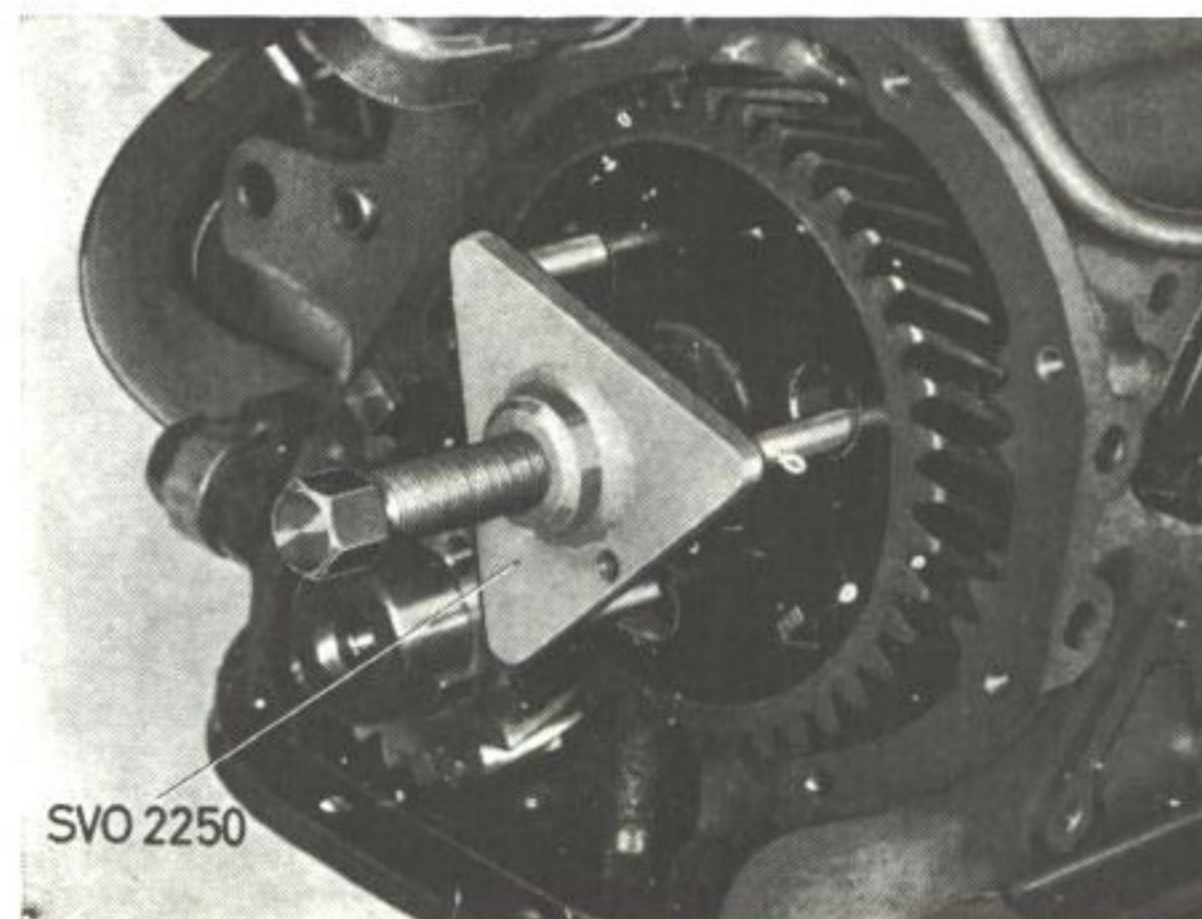

Bild 45. Demontering av kamaxeldrev
4. Demontera kamaxelmuttern och drag av hjulet med avdragare SVO 2250, se bild 45.